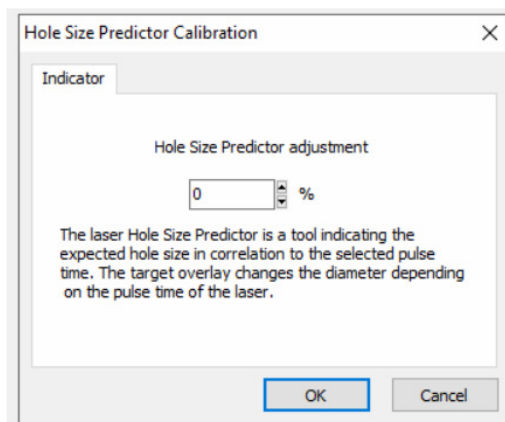

Fig. 14: Calibrado del indicador de tamaño de los orificios en la página Vídeo
El diámetro del indicador de tamaño de los orificios puede calibrarse en un rango de entre el -70% y el +200% en pasos del 5% en relación con el valor actual (Fig. 14).
12. Seleccione Vídeo - Sobreimpresión - Calibrado del indicador de tamaño de los orificios en el menú y ajuste el tamaño de los orificios indicado haciendo clic en las flechas en el lado derecho para que se superpongan con el diámetro real del orificio perforado (Fig. 14).